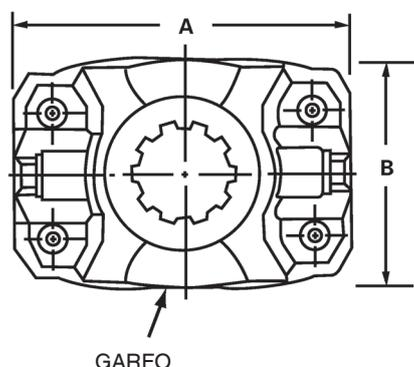

Figura 10.1
1. Faça a medição das dimensões A e B do garfo que você estará fazendo a manutenção. Figura 10.1.